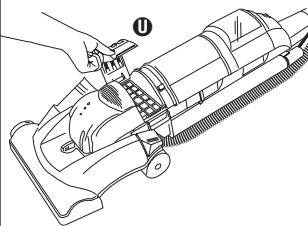

FIG. 19
Step 1: Remove the bottom filter cover **U** by grasping the right edge and pivoting to the left (FIG. 19).
Paso 1: Quite la tapa del filtro de abajo **U** tomándola del borde derecho y abriéndola hacia la izquierda (FIG. 19).